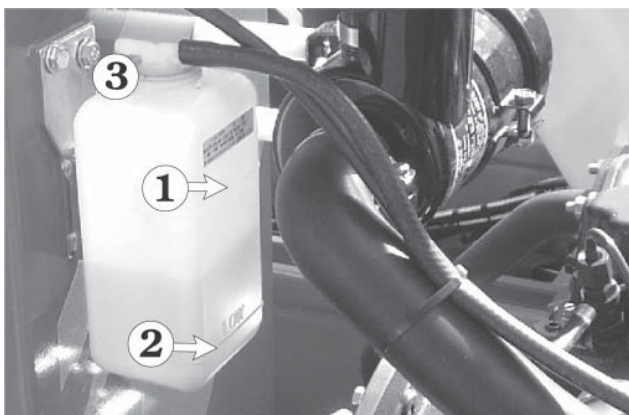

Abb. 7.7 – Motorkühlmittelstand
Der Kubota-Motor verfügt über eine Flüssigkeitskühlung. Der Kühlmittelstand sollte sich zwischen dem FULL-Pegel ❶ und dem LOW-Pegel ❷ bewegen (siehe Abb. 7.7).
Nachfüllen von Kühlmittel: Schalten Sie den Motor mit dem SCHLÜSSELSCHALTER am Boden-Bedienfeld aus. Nehmen Sie die Kappe ❸ (siehe Abb. 7.7) vom Kühlmittelbehälter ab. Füllen Sie Kühlmittel hinzu und setzen Sie die Kappe wieder auf.